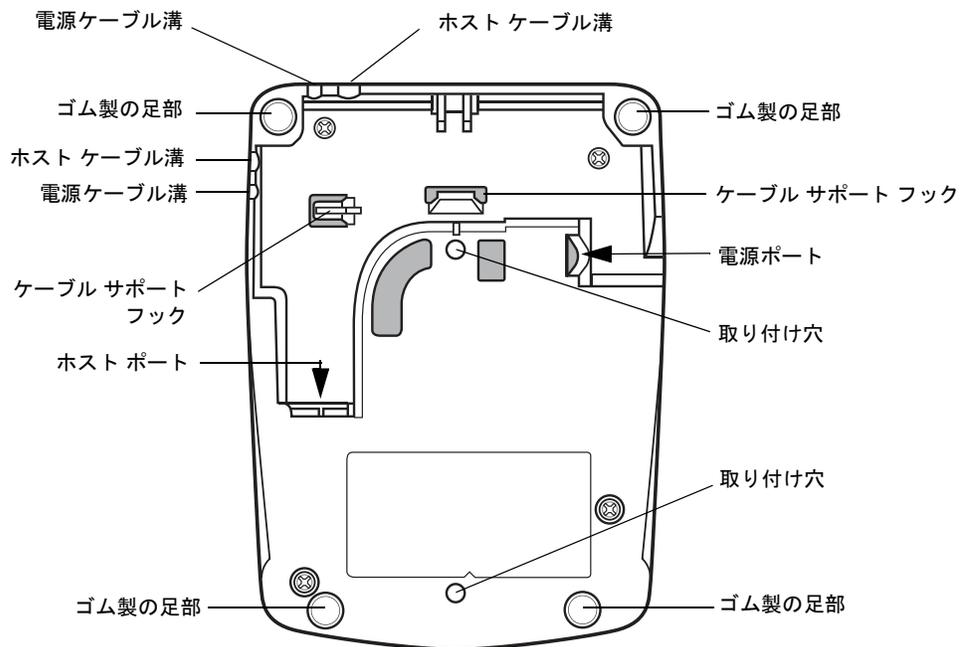

図 1-6 CR0078-P クレードルの底面
5. インタフェース ケーブルをケーブル用のフックに通し (図 1-6、CR0078-P クレードルの底面を参照)、ホスト ケーブルと電源ケーブルをそれぞれのケーブル溝に沿って配線します。